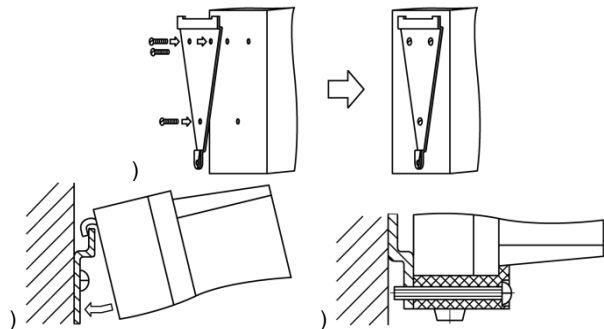

Рисунок 5.1 – Монтаж прибора настенного исполнения
- (рис. 5.1, 4);
- (рис. 5.1, 5);
- (рис. 5.1, 6);
- (рис. 5.1, 7);